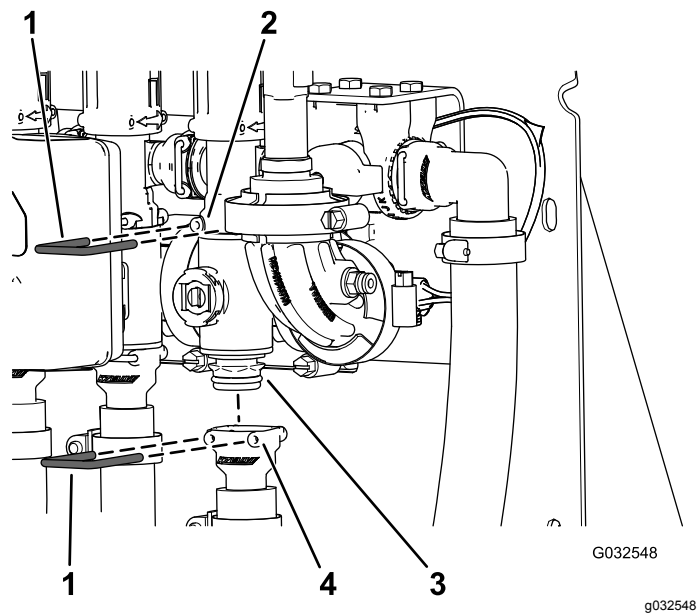

図 100
2. 個別ブームバルブのマニホールドをバイパスフィッティングに固定しているリテーナを外す 図 100。